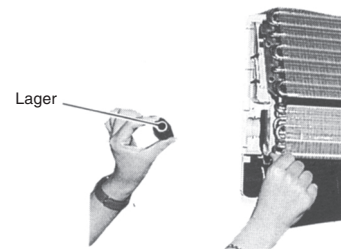

Abb. 10
- Lager auf der linken Seite des Ventilatorlaufrads herausziehen (Abbildung 10).